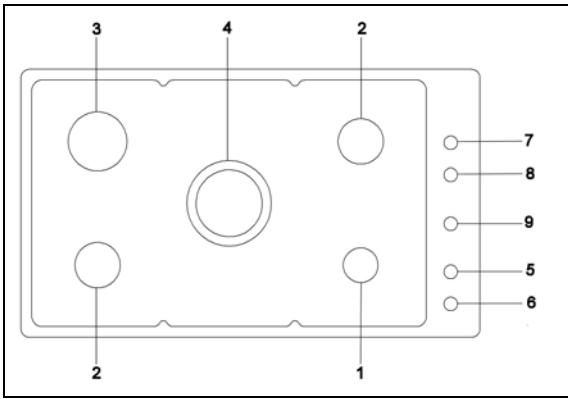

Fig.13
- TABLE DE CUISSON AU GAZ MODELE **P910**, cfr. FIG.13 - Schéma Electrique B